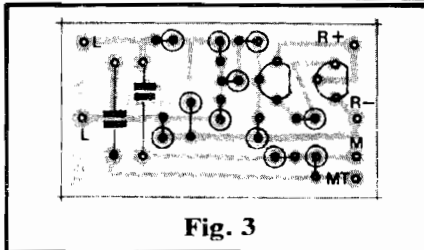
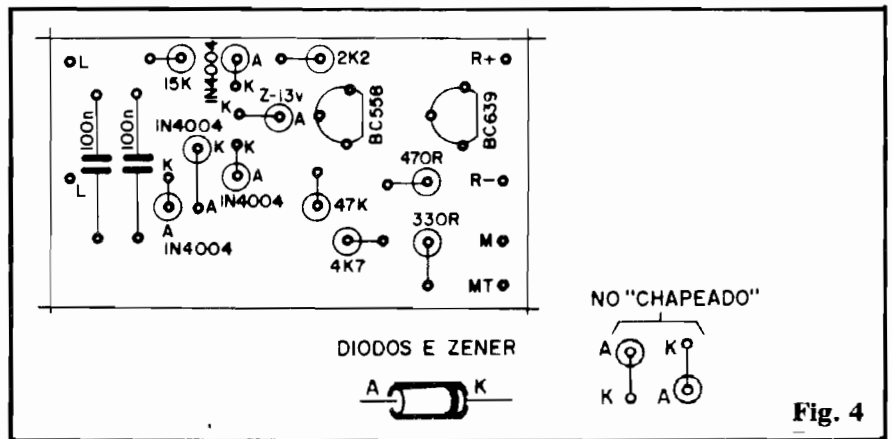

Fig. 3
Fig. 4
- **FIG. 3** - "Chapeado" básico da montagem... Devido ao alto grau de compactação, tornou-se praticamente **impossível** demarcar diretamente nesse **lay out** básico (que encontra-se, na figura, em escala 1:1) os valores, códigos, polaridades, etc., dos componentes, conforme é costume nas montagens de APE (a figura deve, então, ser analisada e considerada **em conjunto** com o próprio diagrama - fig. 4...). Serve, contudo, para parametrizar o posicionamento real das peças e também para indicar os terminais de conexões externas (também detalhados nas próximas figuras...). Aos principiantes, lembramos que num "chapeado" a placa surge vista
- **FIG. 4** - Agora em "escala dobrada", o "chapeado" é revisto incluindo os valores, códigos e polaridades de todos os componentes... Observem, principalmente, as posições e codificações dos dois transístores. Como todos os resistores e **diodos** são montados "em pé", a identificação dos terminais de **anodo** (A) e **catodo** (K) destes últimos, exige um cuidado extra. Na mesma figura temos a aparência dos diodos (vale também para o **zener**), com seus terminais devidamente identificados e codificados, ao lado das duas estilizações adotadas no "chapeado" (com as correspondentes marcações dos seus terminais "A" e "K"...). Lembramos que **todos** os componentes devem ser inseridos até que seus corpos fiquem tão rentes à placa quanto possível (de modo que a "espessura" final do circuito mantenha-se mínima...). Terminadas as soldagens (que devem ser feitas a partir de todos os cuidados cos-